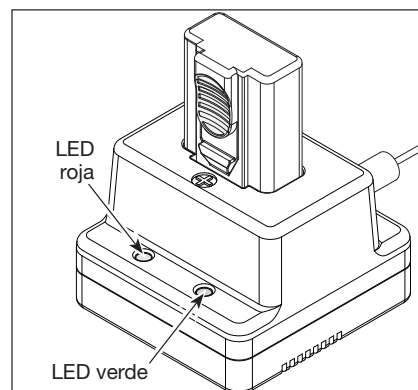

Figura 3
4. La carga comenzará en cuanto el cargador y el transformador estén conectados (vea la Figura 3). La luz LED verde en el cargador se encenderá en forma continua para indicar que la carga ha comenzado. Si la luz LED no se enciende, retire la batería y vuelva a colocarla en la base del cargador. La batería estará totalmente cargada cuando parpadee el LED verde en la base del cargador. Una vez que la batería está totalmente cargada, retire de inmediato la batería del cargador. NO la deje cargando en forma continua para evitar un posible daño a la batería.